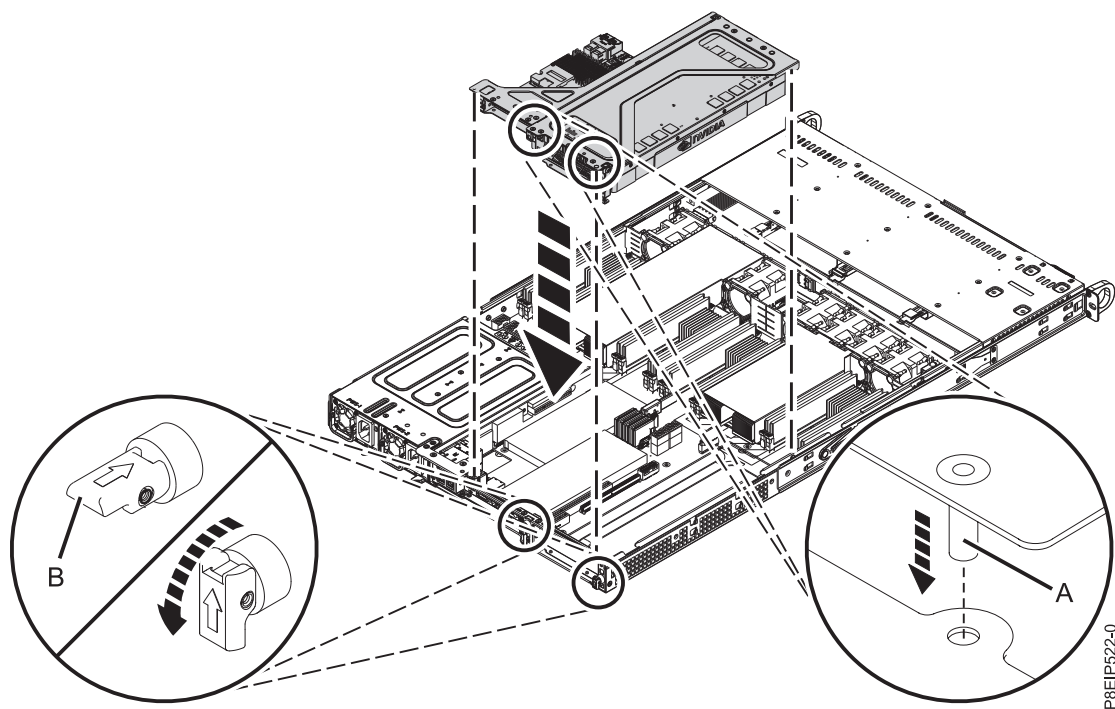

Figura 49. Substituindo o riser PCIe
- g. Coloque o riser do adaptador PCIe e as placas que ele contém no painel traseiro do sistema conforme mostrado na Figura 49.